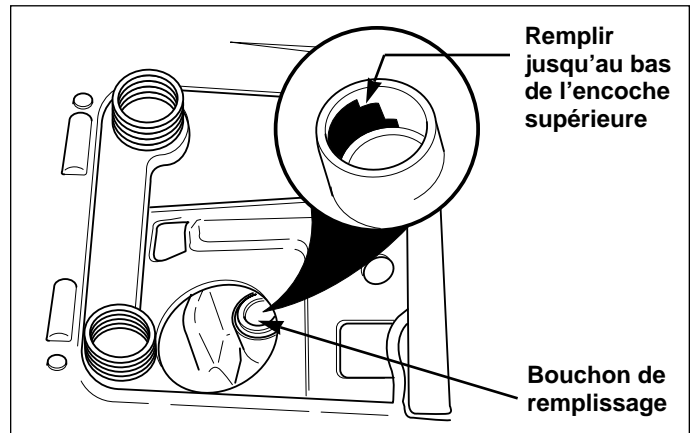

Figure 15. Emplacement du bouchon de remplissage de la transmission hydrostatique
3. Nettoyer le bouchon de remplissage (voir Figure 15) et les surfaces environnantes.
5. Vérifier le niveau de l'huile. Le niveau d'huile de la transmission doit atteindre l'encoche supérieure. Faire l'appoint si nécessaire (voir encadré de la Figure 15).